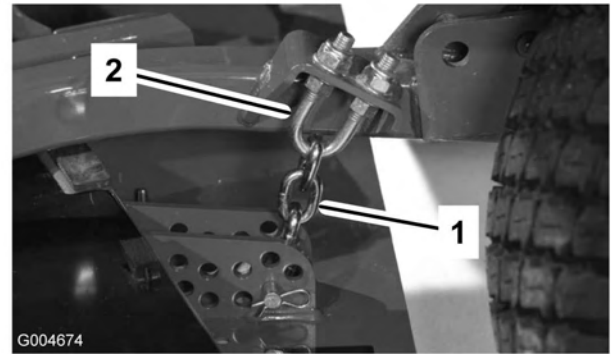

Figura 76
1. Allentate i controdadi sulla parte superiore o inferiore del bullone a U della catena dell'altezza di taglio (Figura 76).